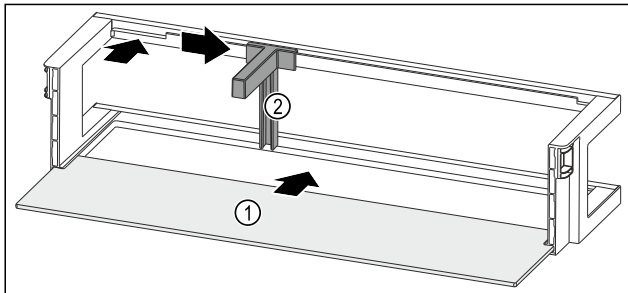

Fig. 141 Türabsteller mit Abstellfläche
- ▶ Abstellfläche Fig. 141 (1) in die seitlichen Aussparungen einschieben.
- ▶ Flaschenhalter Fig. 141 (2) in die Aussparung einsetzen.
- ▶ Flaschenhalter Fig. 141 (2) in gewünschte Position zur Seite schieben.